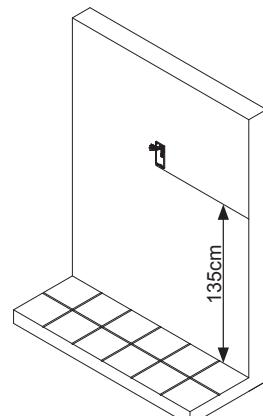
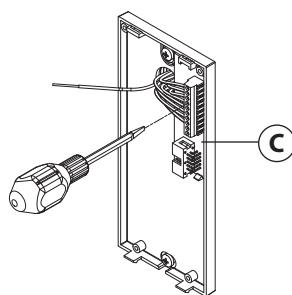

Fig. 3
Fig. 2
2. Appoggiare la base del citofono alla parete tenendo una distanza di circa 135cm tra la parte bassa della base ed il pavimento (**Fig. 2**) quindi prendere i riferimenti per i fori nella parete considerando che il gruppo di fili **A** deve passare attraverso l'apertura **B** (**Fig. 3**).
3. Come mostrato in **Fig. 3**, fissare la base del citofono alla parete facendo passare il gruppo di fili **A** attraverso l'apertura **B**.